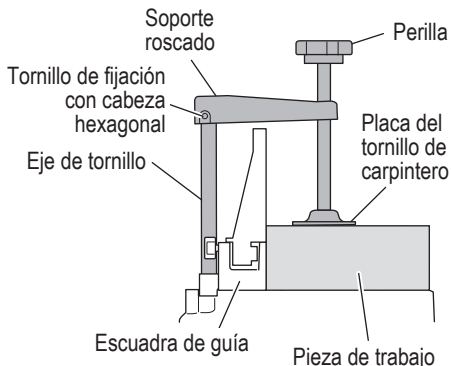

Fig. 31
- (1) La prensa de tornillo se puede colocar sobre la base.
- (2) Gire la perilla superior y fije firmemente la pieza de trabajo en su lugar (Fig. 31).